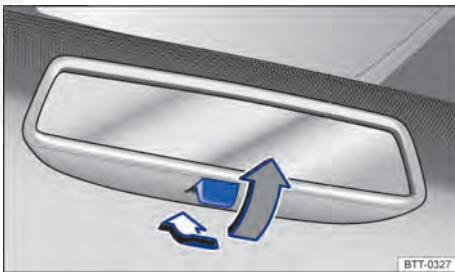

Fig. 122 No para-brisa: espelho retrovisor interno com antiofuscante manual.
- Para evitar o ofuscamento, puxar a alavanca para trás → Fig. 122.